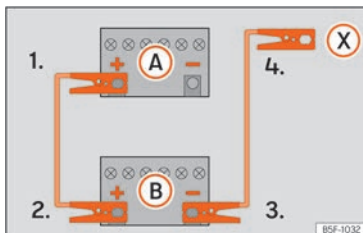

Fig. 43 Esquema de ligação para veículos sem sistema Start/Stop.
(+) do veículo com a bateria descarregada (A) » » Fig. 43.
3. Ligue a outra extremidade do cabo auxiliar de arranque **vermelho** ao polo positivo (+) do veículo que fornece a corrente (B).
- 4a. *Nos veículos sem sistema Start-Stop:* ligue uma extremidade do cabo auxiliar de arranque **preto** ao polo negativo (-) do veículo que fornece a corrente (B) » » Fig. 43.